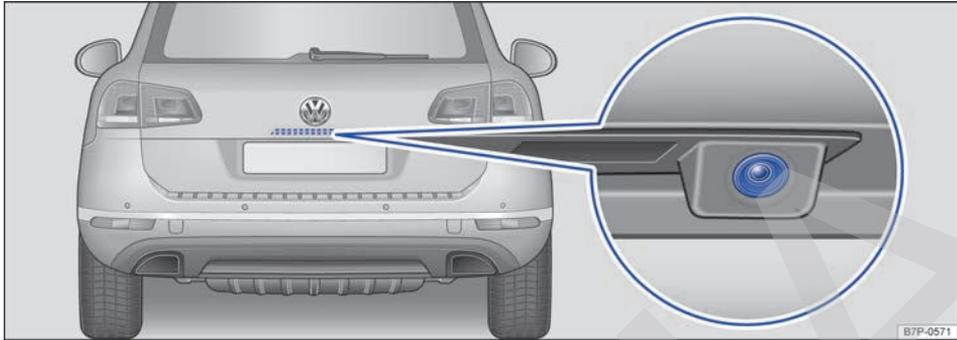

Fig. 186 En la parte trasera del vehículo: ubicación de la cámara del asistente de marcha atrás.
- ✓ La imagen tiene que ser fiable y clara, por ejemplo, se deberá tener buena visibilidad y la lente deberá estar limpia → fig. 186.
Las imágenes de la cámara → fig. 186 (imagen ampliada) son solo bidimensionales. Por falta de profundidad espacial, es difícil o imposible apreciar en la pantalla las depresiones que pueda haber en el suelo, los objetos que sobresalgan del suelo o las piezas que sobresalgan de otros vehículos.
Mantenga la lente de la cámara → fig. 186 (imagen ampliada) limpia y libre de nieve y hielo: